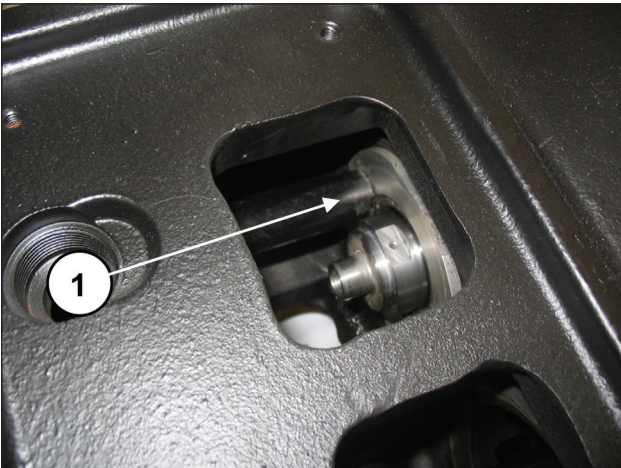
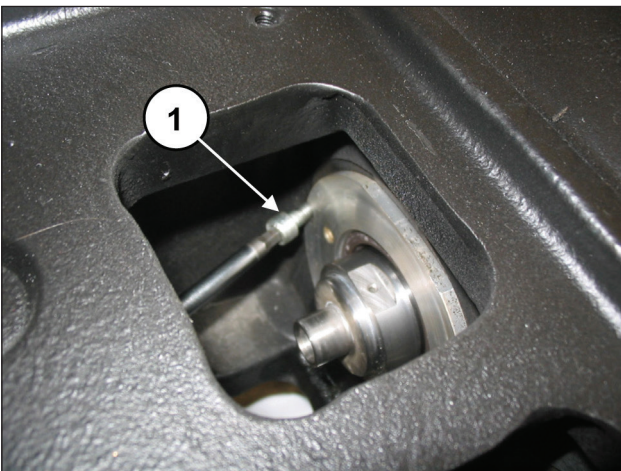

Abb. 142
Abb. 143
Überprüfen Sie den passgerechten Sitz des Deckels (Pos. ①, Abb. 142) und achten Sie darauf, nicht die Dichtlippe des Ölabbstreifings zu beschädigen. Befestigen Sie die Ölabbstreifring-Deckel anhand von 2 Schrauben M6x14 (Pos. ①, Abb. 143).